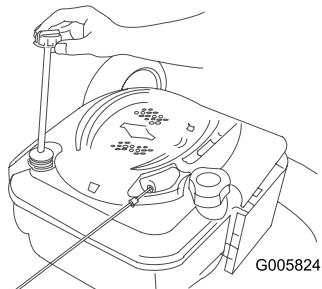

Figura 39
1. Togliete l'asta di livello (Figura 39).
3. Versate lentamente l'olio nel tubo di riempimento finché non raggiunge il segno di pieno sull'asta (Figura 39). **Non riempite troppo.** (Riempimento massimo: 0,59 litri, tipo: olio detergente SAE 30W con service classification API SF, SG, SH, SJ, SL o superiore.)